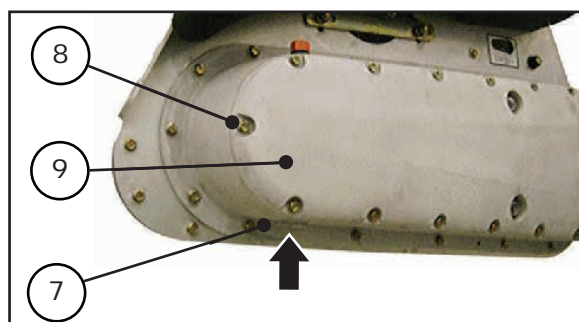

Figura 23
c) Esgote o óleo, soltando o bujão (7), retire os parafusos (8) e remova a tampa (9), figura 23.